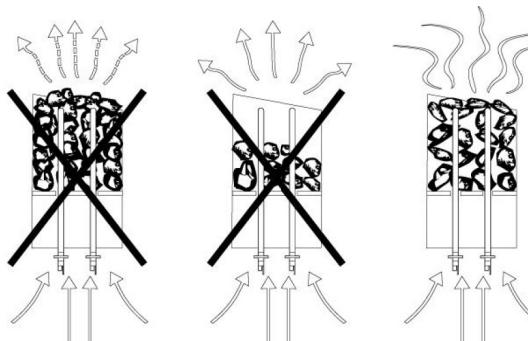

Рис.4 Схема укладки камней
**6.6. КАМНИ**, используемые для каменки, должны выдерживать большие температурные колебания, не выделять запаха и пыли. Лучшие камни - базальты, диабазы, габбродиабазы и перidotиты фракций 5-10 см. Перед укладкой их необходимо обмыть. Процесс укладки показан на рис.4.